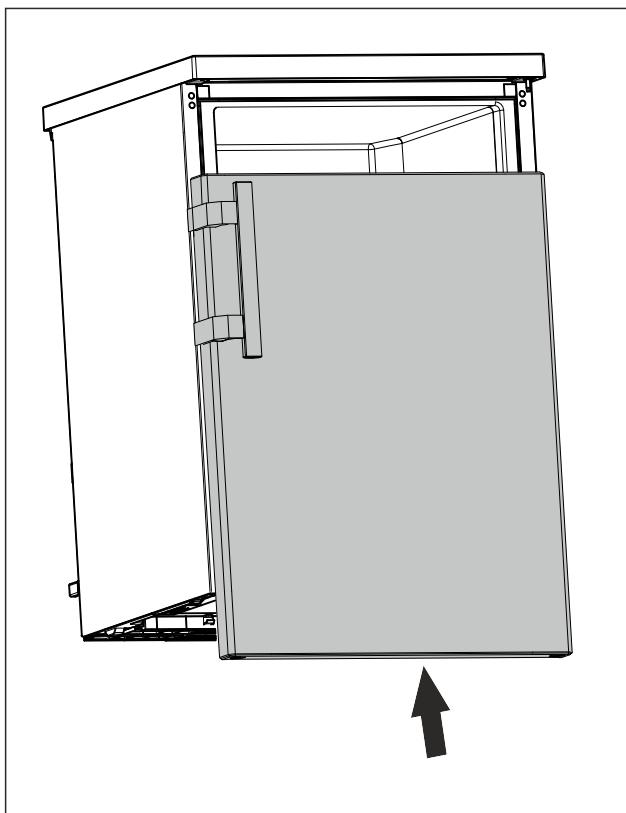

Fig. 19
- Împingeți ușa în stare închisă pe bolțul superior. (vezi Fig. 19)